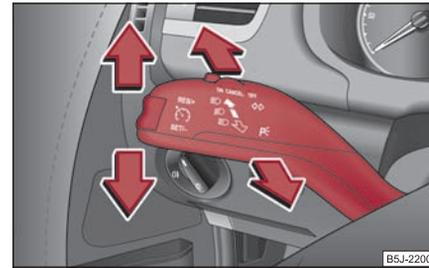

Fig. 51 La palanca de luz intermitente y luz de carretera
- Presione la palanca de la luz de carretera hacia adelante para conectar la luz de carretera \Rightarrow página 58, fig. 51.
- Presione la palanca hacia arriba o hacia abajo \Rightarrow fig. 51.